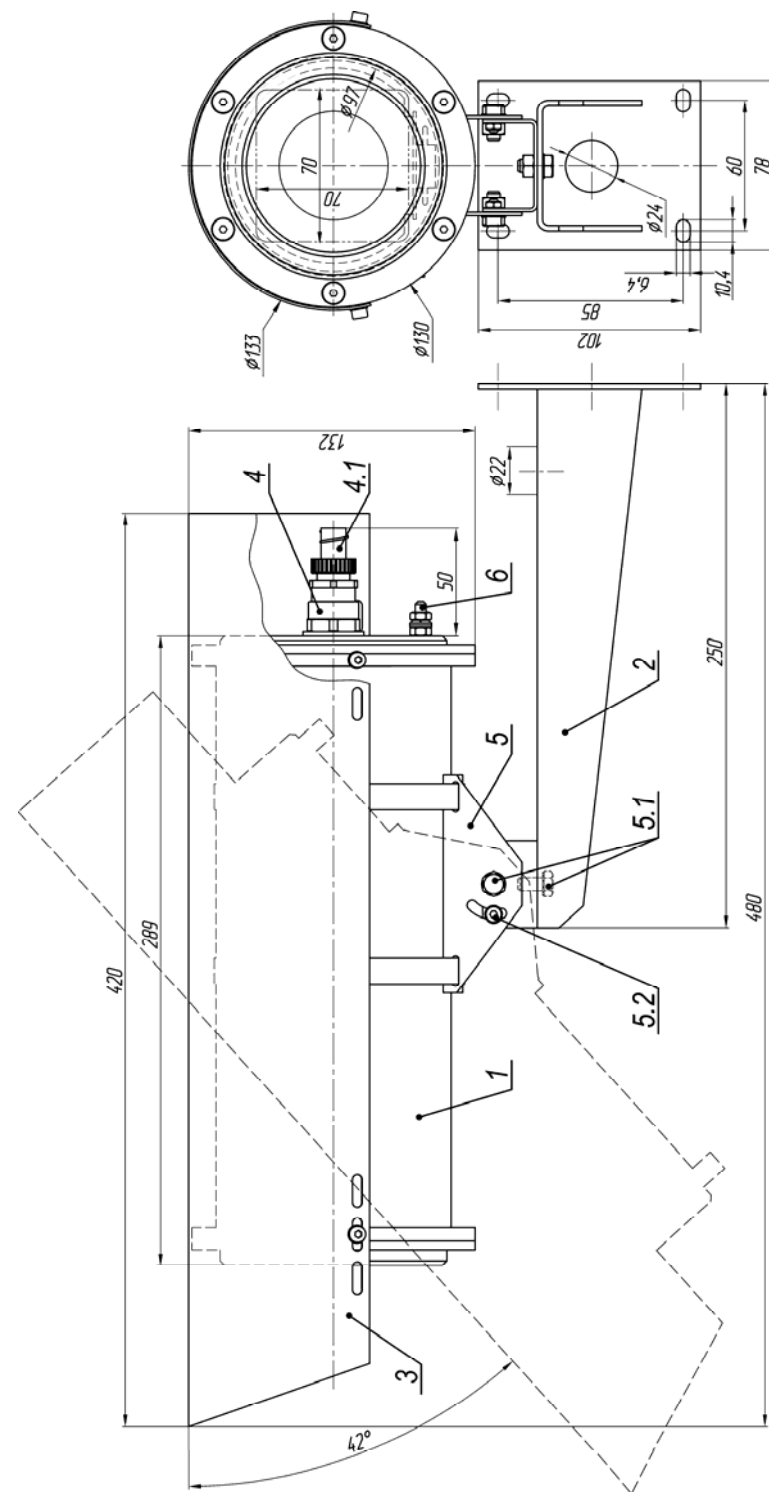

Рис.1 Габаритные и установочные размеры ТВК-185 IP Ex
2. Ослабив болты и винты фиксации шарнира (поз.5.1 и 5.2 рис.1), установить гермобокс на нужное направление обзора, после чего надежно зафиксировать шарнир затянув выше перечисленные болты и винты.
3. Заземлить гермобокс с помощью болта заземления (поз.6 рис.1).
| 10    | Габаритные размеры                           | см. рис.1   |                |   |                |
### Состав изделия: (см. рис.1)